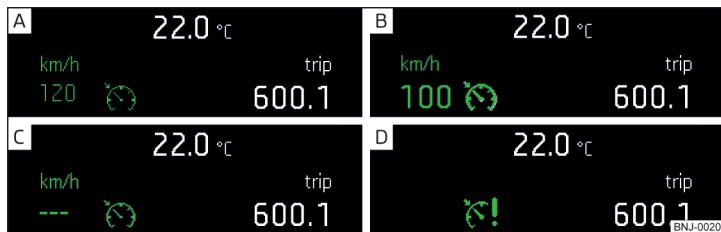
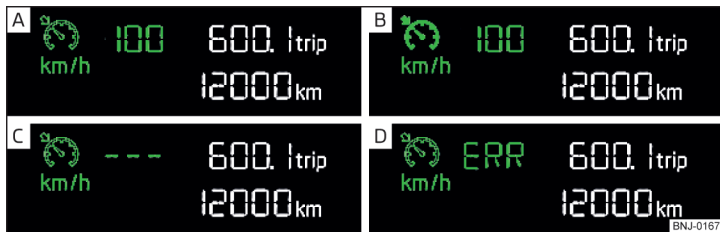

Fig. 117 Afișaj MAXI DOT: Exemple de afișări de stare a sistemului de menținere automată a vitezei de deplasare (GRA)
Fig. 118 Afişajul segment: Exemple de afişări de stare a sistemului de menținere automată a vitezei de deplasare (GRA)
**Afișajele de stare ale GRA** » fig. 117, » fig. 118